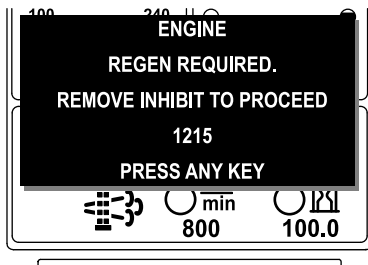

Figura 40
**Nota:** Si ajusta el InfoCenter para que inhiba la regeneración, el InfoCenter muestra ADVISORY #1215 (Aviso n.º 185) (Figura 40) cada 15 minutos mientras el motor solicita una regeneración de restablecimiento.